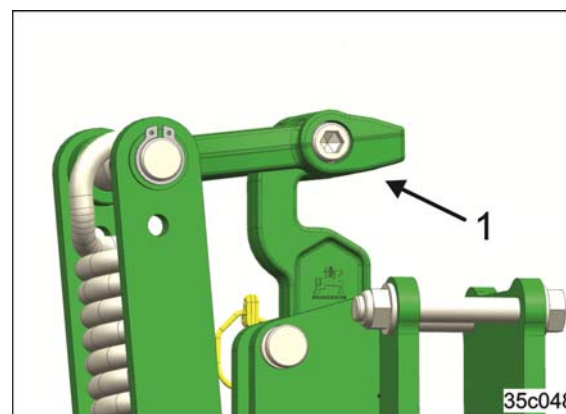

Bild 121
Justera hjulspårsluckraren vertikalt i önskat läge. Griphandtaget (Bild 121/1) används för säker inställning av arbetsdjupet.
2. Håll spårsluckraren i griphandtaget (Bild 121/1).
2. Håll spårluckraren i griphandtaget (Bild 121/1).